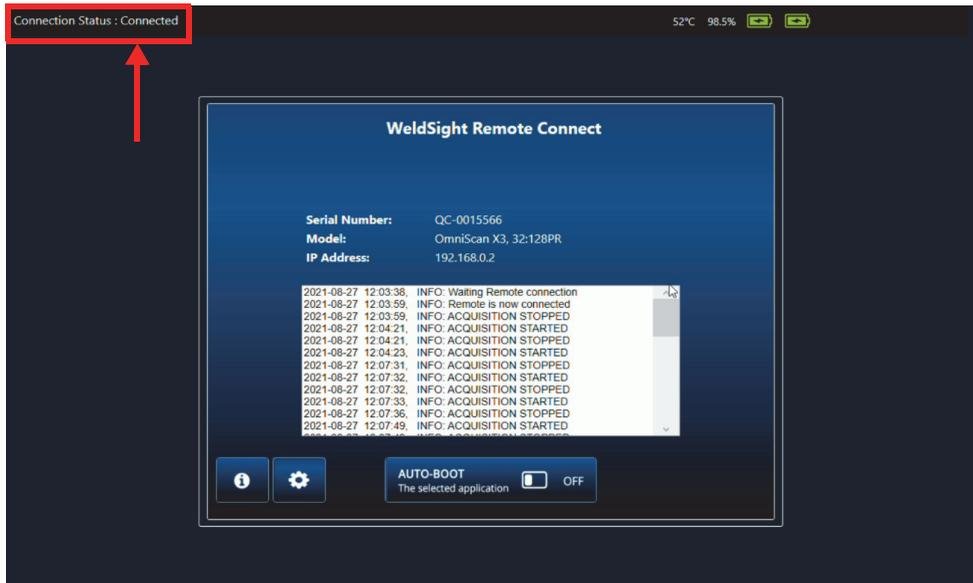

Figura 7-6 Estado de conexión: Connected (Conectado)
6. Si todo está configurado correctamente, el estado de la aplicación WeldSight Remote Connect debería pasar de **Ready** (Listo) a **Connected** (Conectado) [ver Figura 7-6 en la página 85].
| Figura 7-6 | Estado de conexión: Connected (Conectado) | 85 |